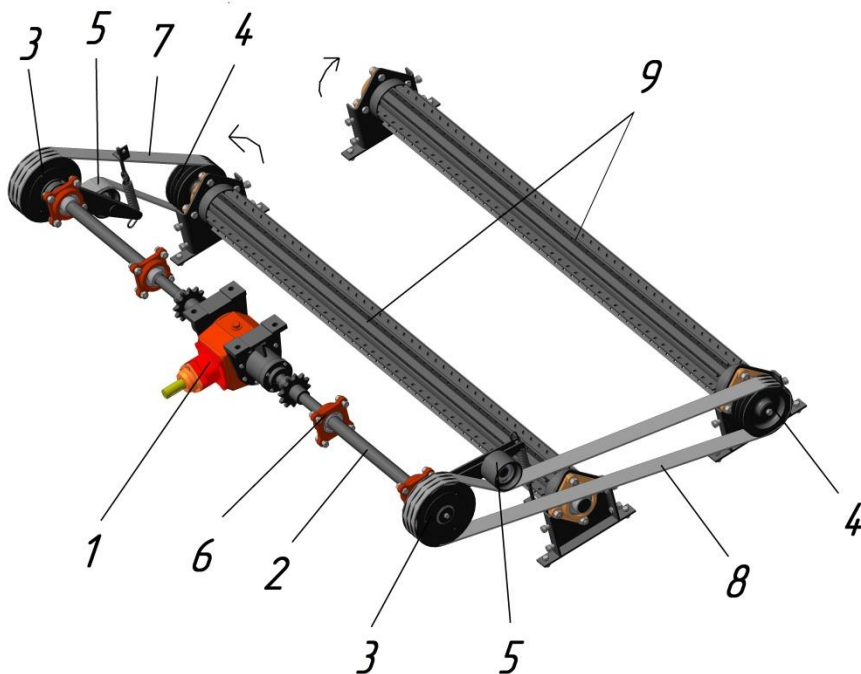

Рисунок 2 – Привод машины
3.1 Основным силовым элементом машины является рама 1 на которой размещаются: два ротора со срезными плетями 2, гидравлически регулируемые по высоте опорные колёса 3, приводы роторов с натяжными устройствами 4 (см. рисунок 2), отводной короб 5, гидроцилиндр регулировки колес 6, защитные ограждения 7, линейка контроля уровня подъема колес 8.